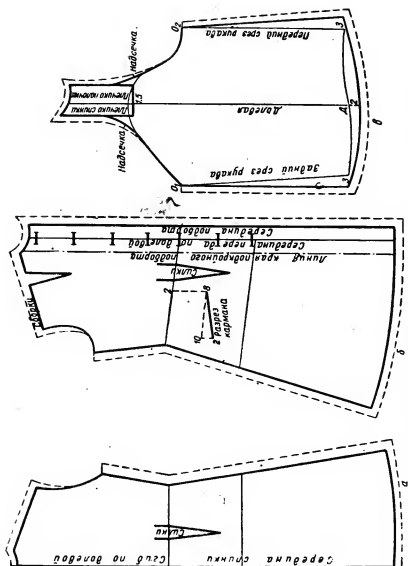

Рис. 226. Подготовка выкройки платья-халата с цельнокроеным рукавом:
**Спинка.** При раскладке выкройки на ткани спинку укладывают так, чтобы ее середина была по долевой нити и стиге ткани (рис. 226, а). На месте вытачек прокладывают силки.
**Полочка.** При раскладке выкройки на ткани полочку укладывают так, чтобы ее середина была по долевой нити (рис. 226, б).
Плечико спинки и полочки прикладывают к точке оката рукава (высокой точке головки рукава) так, чтобы плечико спинки и полочки зашло на точку О (на рукав) на 1,5 см (плечико спинки и полочки встык). Затем от плечика спинки и полочки сводят чуть вогнутые линии на нет к головке рукава, дают припуски на швы по плечу спинки и полочки и сводят на нет к головке рукава (рис. 226, в). Внизу рукав расширяют на 3 см с каждой стороны и соединяют с точками  $O_1$  и  $O_2$ . Низ рукава от точки Д удлиняют на 2 см, затем вогнутой линией соединяют с точкой 3.
Подборт подкраивают по крою полочки. Ширина подборта указана пунктирной линией с точками (см. рис. 226, б). В горловине ширина подборта доходит до подреза плечика.
**Сметывание и шитье.** Сначала затачивают вытачки. По линии разреза кокетки полочку собирают на сборки в два-три ряда и подтягивают нитку до размера кокетки. В рукаве делают надсечки (см. рис. 226, в). Край кокетки подгибают наизнанку и сметывают. После сметывания боковых швов шьют рукав.